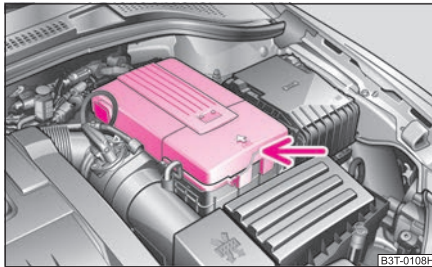

Abb. 191 Motorraum:
- Drücken Sie die Verrastung an der Seite der Batterieabdeckung ⇒ Abb. 191, klappen die Batterieabdeckung ab und nehmen Sie sie heraus.